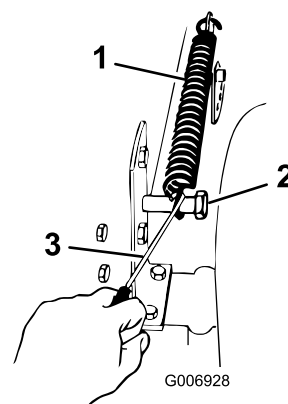

Figura 46
18. Agganciate la molla di sollevamento tra la staffa di sollevamento destra del tosaerba ed il bullone di fissaggio (Figura 46).